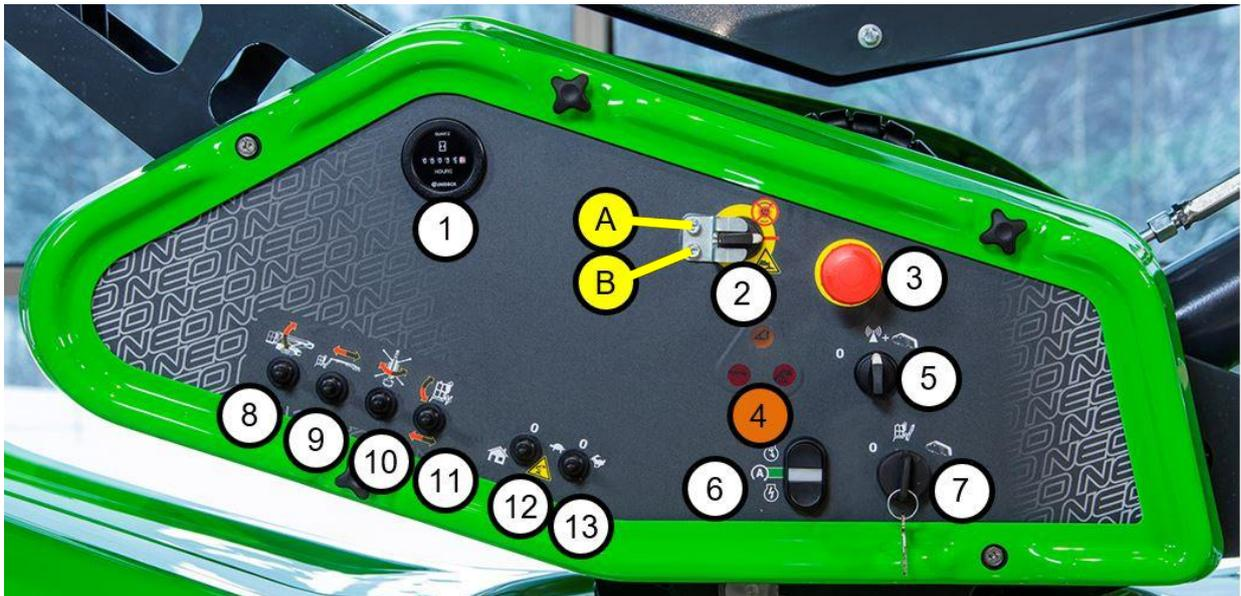
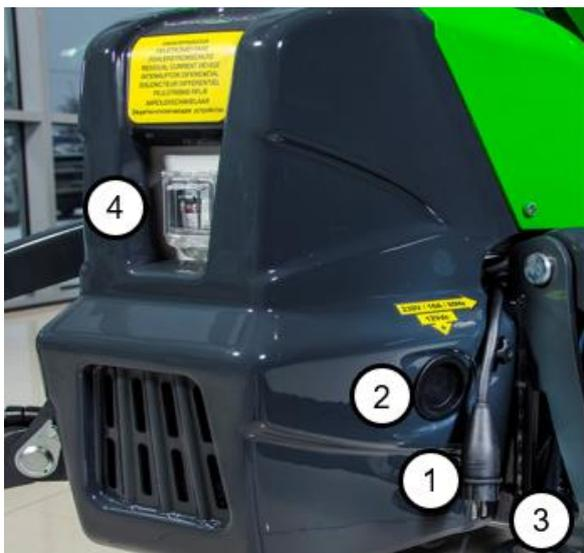

Figure 7 Panneau de commandes inférieures
Figure 8 Branchements 230 V et 12 V
Cette nacelle est équipée d'un système de surcharge de nacelle automatique qui empêche tout mouvement des bras si la capacité de charge de 250 kg est dépassée. Dans ce cas de figure, un signal sonore retentit et un témoin s'allume sur le panneau de commande (Figure 7 (10)). Les bras pourront à nouveau être utilisés après le retrait de la surcharge de la nacelle.
- Le voyant de commande de déport dynamique rouge (Figure 7 (11)) clignotera et un signal sonore d'alarme retentit quand le bras télescopique est sur le point d'atteindre le déport maximum actuel.
1. La clé d'allumage (figure 8, commutateur 7) doit être tournée à la position de commande inférieure
2. Mettez en marche le moteur thermique ou moteur électrique à l'aide du commutateur de démarrage (figure 8, commutateur 6)
3. Pour utiliser les bras (figure 8, commutateurs 8-11), vous devez également sélectionner la vitesse de mouvement à l'aide du commutateur de sélecteur de vitesse (commutateur 13).
1. Mettre en marche la machine en tournant la clé d'allumage (figure 8) et choisir la position de commande préférée (commandes inférieures ou commandes de la nacelle)
6. Utiliser le starter si le moteur à essence ne démarre pas automatiquement (figure 7, commutateur 21 ou commandes inférieures figure 8, commutateur 8)